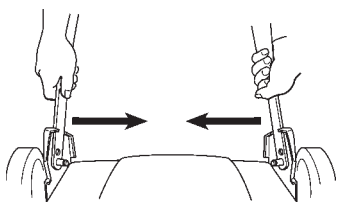

Abbildung 29
1. Den rechten unteren Griffstangenteil hereindrücken, bis die Griffstange hinter die Anschläge an den Griffstangenhaltebügeln rutscht (Abb. 29).